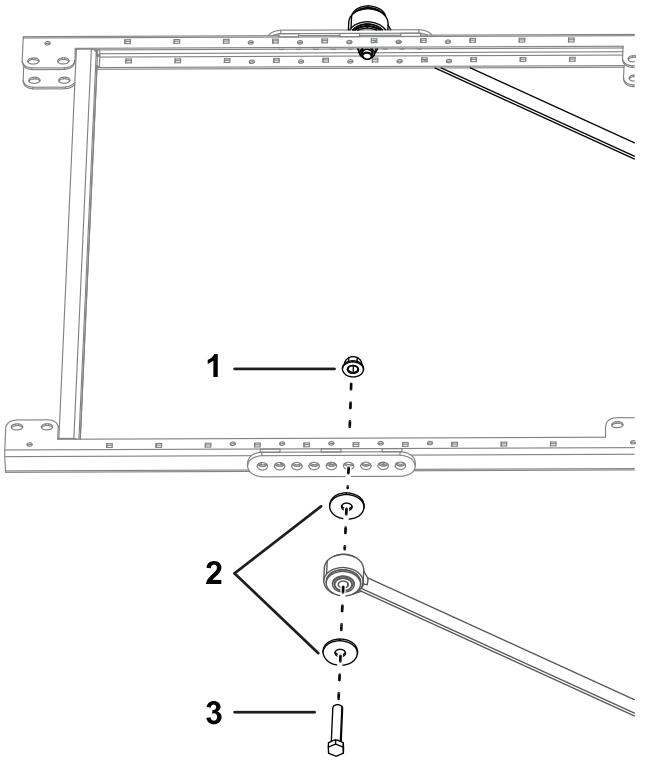

Figura 12
12. Em cada lado da estrutura do toldo, monte sem apertar uma articulação da extensão no quarto furo da montagem da cinta usando dois parafusos ($\frac{1}{2}$ pol. x $2\frac{3}{4}$ pol.), duas anilhas grandes e duas porcas flangeadas ($\frac{1}{2}$ pol.), como se mostra na Figura 12.